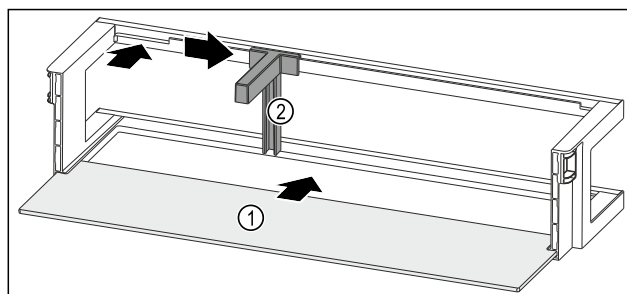

Fig. 141 Dveřní přihrádka s odkládací plochou
- ▶ Odkládací plochu Fig. 141 (1) zasuňte do bočních vybrání.
- ▶ Držák lahví Fig. 141 (2) vložte do vybrání.
- ▶ Držák lahví Fig. 141 (2) posuňte na stranu do požadované polohy.